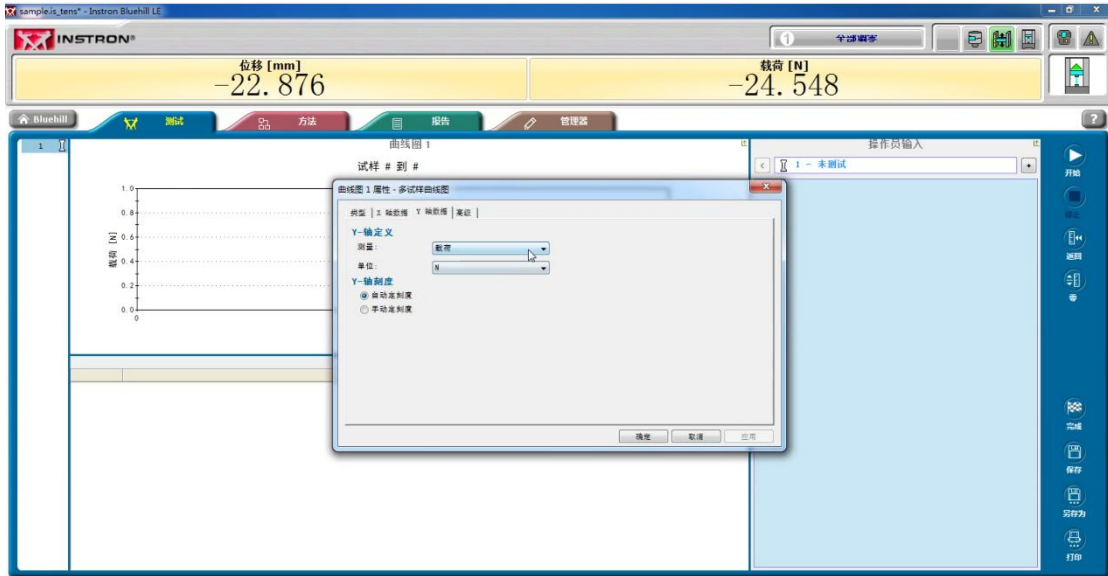

图 24 软件使用步骤⑦
⑦调整横纵坐标。单击坐标轴，出现“曲线图 1 属性-多试样曲线图”属性框，根据材料自身的性质调整横纵坐标单位与范围。（如图 24 所示）。